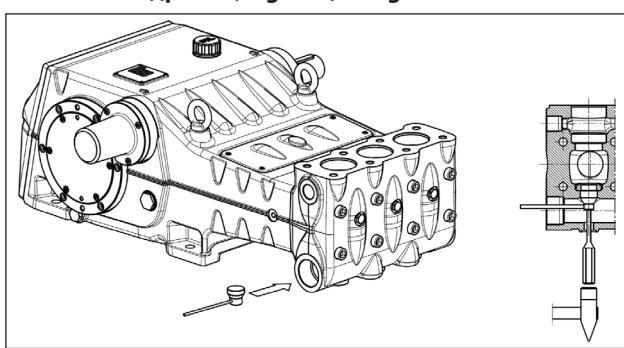

Fig. 113
**Qualora l'estrazione del gruppo valvola di aspirazione risultasse particolarmente difficoltosa (ad es. per incrostazioni dovute ad un prolungato inutilizzo della pompa) utilizzare l'attrezzo estrattore cod. 27516200 (per LK36-LK40-LK45) o cod. 27516300 (per LK50-LK55-LK60)(pos. ①, Fig. 113) ed agire come indicato.**